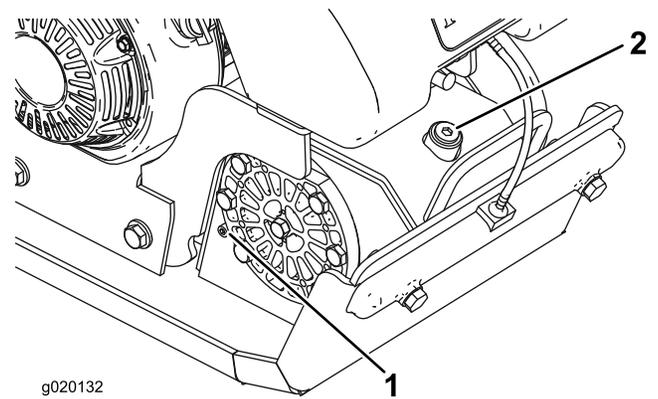

Figura 20
2. Coloque un recipiente debajo del tapón de aceite y retire el tornillo del tapón de aceite situado en el lateral del alojamiento de la excéntrica (Figura 20).
2. Coloque un recipiente debajo del tapón de aceite y retire el tapón de llenado y el tornillo del tapón de aceite (Figura 20). Coloque un recipiente de aceite usado debajo del tapón de aceite.
3. Inclíne la plancha compactadora ligeramente hacia adelante y utilice una pistola de succión para retirar el aceite a través del orificio de llenado (Figura 20).
4. Vierta aceite lentamente en el orificio de llenado hasta que salga aceite del tapón de aceite (Figura 20).